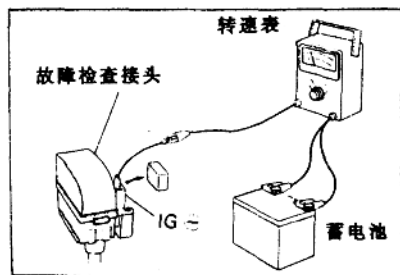
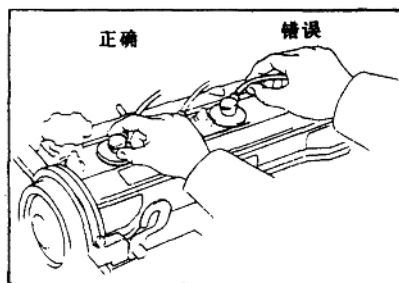

图 1-6
图 1-7
(2)将转速表测量探针与检查接头的 IG $\ominus$ 端子相连,以蓄电池作为正时灯和转速表的电源(图 1-6)。
- ①检查蓄电池导线连接是否妥当。
- ②拆装高压线时必须小心,应按图 1-7 所示方法进行。